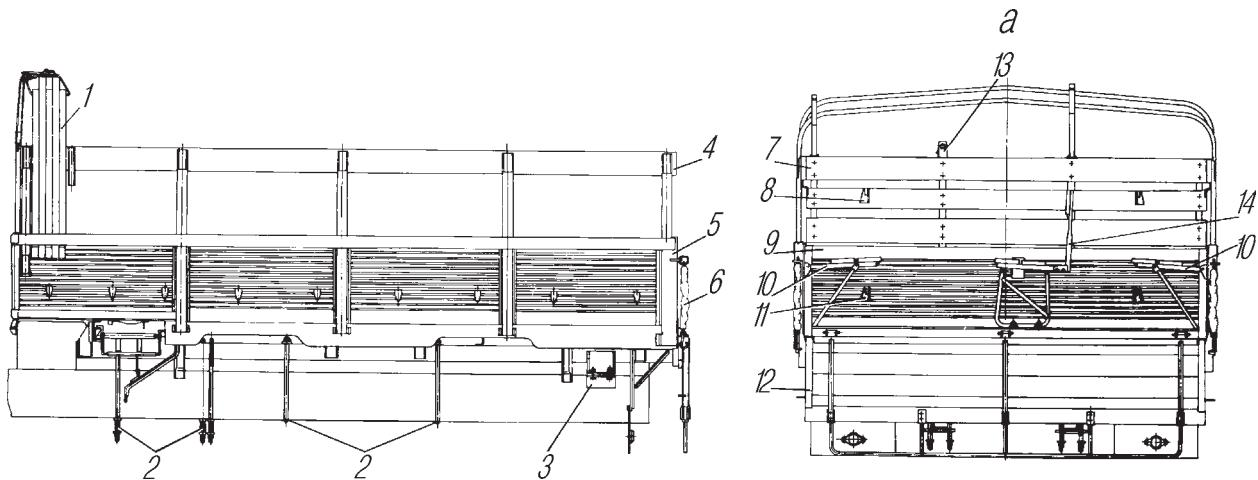

Рис. 102. Крепление платформы на раме:
**Платформа автомобилей Урал-4320-10, Урал-4320-31, Урал-4320-0911-30** с одним откидным задним бортом. Общий вид и элементы крепления платформы на раме показаны на рис. 102.